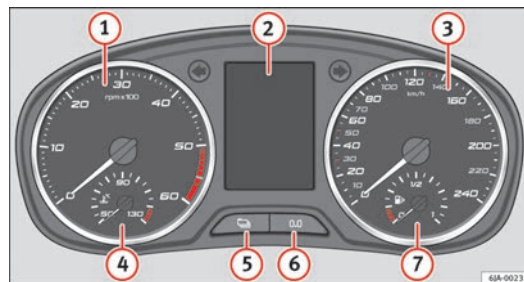

Fig. 31 Cuadro general de instrumentos
La parte roja de la escala del cuentarrevoluciones ① ⇒ fig. 31 ⇒ página 57 marca la zona en la que, la unidad de control del motor empieza a limitar el régimen del motor. La unidad de control del motor se encarga de reducir las revoluciones a un límite seguro.
El indicador de la temperatura del líquido refrigerante  ⇒ fig. 31 ⇒ página 57 funciona tan sólo con el encendido conectado.
El indicador del nivel de combustible  ⇒ fig. 31 ⇒ página 57 funciona tan sólo con el encendido conectado.
Para poner el contador del recorrido diario a cero mantenga pulsada la tecla **6** ⇒ fig. 31 ⇒ página 57.
El número de kilómetros y días restantes para la inspección en el servicio se puede visualizar siempre cuando el encendido esté conectado pulsando la tecla **5** ⇒ fig. 31 ⇒ página 57.
La puesta a cero del indicador de los intervalos de servicio puede efectuar pulsando la tecla **6** ⇒ fig. 31 ⇒ página 57.
El reloj se ajusta mediante teclas **5** a **6** ⇒ fig. 31 ⇒ página 57.